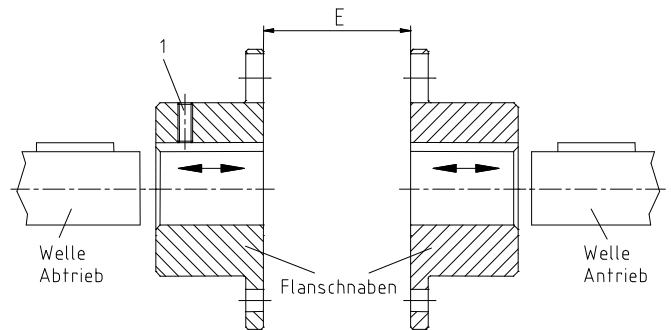

Bild 20: Montage der Flanschnaben
- Montieren Sie die Flanschnaben auf die Welle der An- und Abtriebsseite (siehe Bild 20).